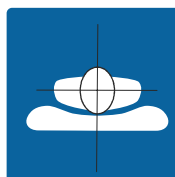

Abbildung 3-2: Patienten zentrieren
5. Den Patienten auf der Betaauflage zentrieren (Abbildung 3-2 auf Seite 3-13).